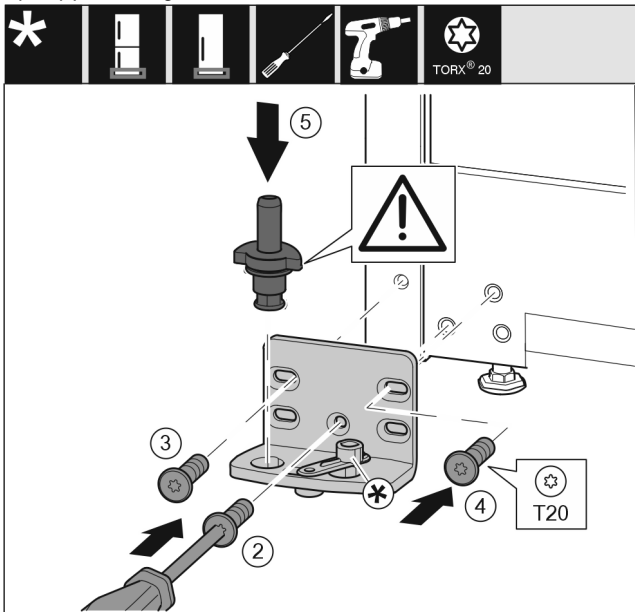

Fig. 14
- ▶ Установите опорный кронштейн с другой стороны и прикрутите с помощью отвертки T20. Начиная с винта 2 снизу в центре. Fig. 14 (2)
- ▶ Затяните винты 3 и 4. Fig. 14 (3,4)
- ▶ Установите опорный палец в сборе. При этом следите за тем, чтобы выступ фиксатора был направлен назад. Fig. 14 (5)